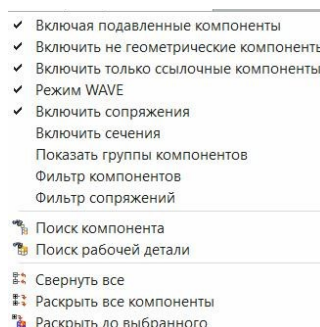

рис.63
- Если установить курсор в **пустое место** навигатора и вызвать контекстное меню, то его содержание будет таким, как на рис.63 (это только половина полного списка команд).
- Аналогичного эффекта можно добиться, если в контекстном меню рис.63 выбрать команду «**Раскрыть до выбранного**».